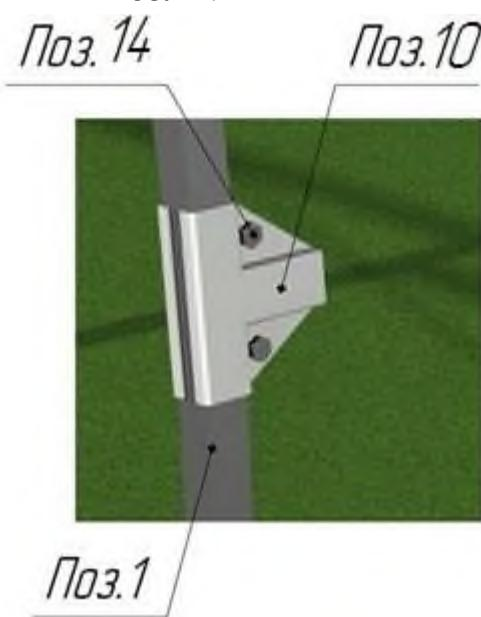

Рис.9 Монтаж крепления-спайдер «Т-образного»
9. Закрепить на торец с дверью **Поз.1** крепление-спайдер «Т-образный» **Поз.10** с помощью болтов и гаек **Поз.14**. НЕ ЗАТЯГИВАТЬ (рис.9).